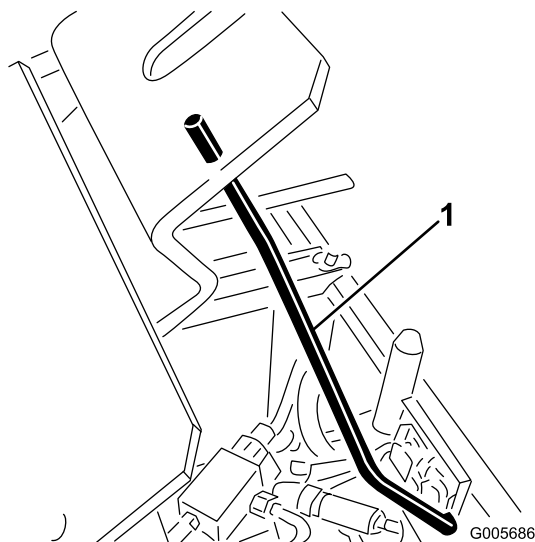

Figure 10
4. Maintenez le siège relevé avec la béquille de support (Figure 10).
6. Maintenez le siège relevé avec la béquille de support (Figure 10).